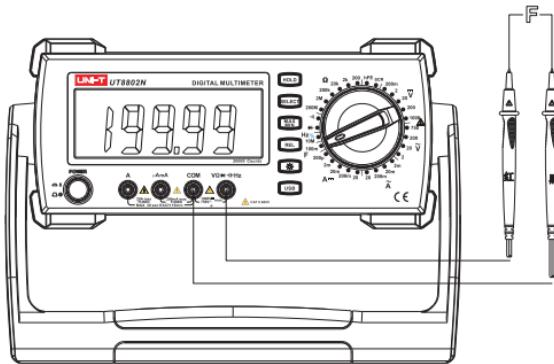

图5. 电容测量
- 2) 将仪表的旋转开关转到“图5”电容测量档，将表笔并联到被测电容二端上